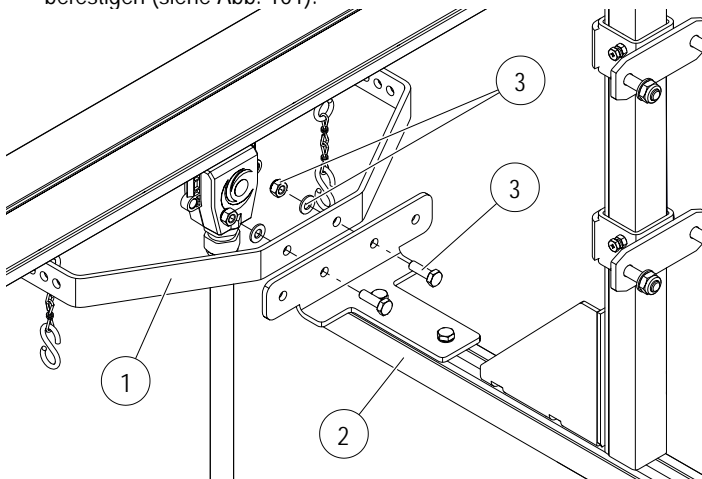

Abb. 101: Mitnehmer (Pos. 1) an Konsole (Pos. 2) montieren
- Mitnehmer (Pos. 1) an die Konsole (Pos. 2) montieren. Befestigungselemente (Pos. 3) mit einem Schraubendreher (27,3 Nm) befestigen (siehe Abb. 101).